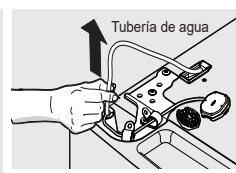

Figura 3
3. Tire con cuidado hacia arriba de la tubería de agua para separarla de la puerta. Figura 3.